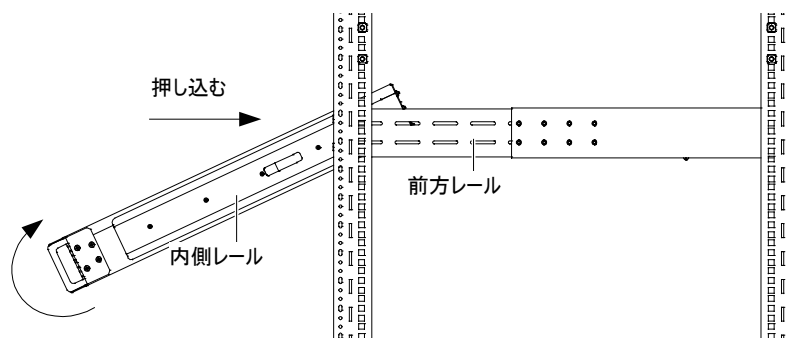

図2-12 UPS ラック搭載
9. 内側レールが取り付けられた状態のUPSを、内側レールの上下端部を前方レールのカーブした部分に合わせてラックの奥に押し込みます(図2-12)。